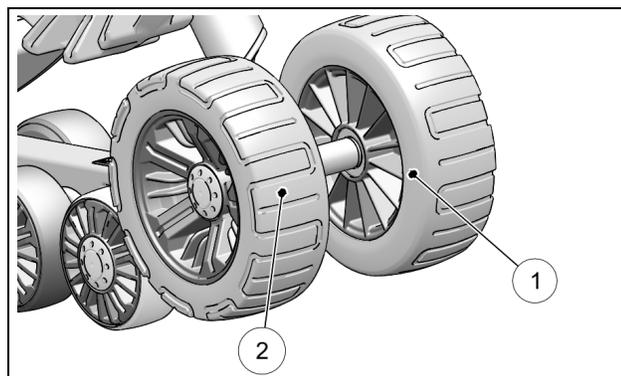

Abbildung 35
Überprüfen Sie den Abnutzungsgrad der Urethan-Reifen, besonders an der inneren Führungsleiste (1) und zwischen den Reifenprofilen (2). Das Rad muss ausgewechselt werden, wenn die Innenseite abgenutzt oder der Reifen zwischen den Reifenprofilen gerissen ist. Ein Rad, das übermäßig abgenutzt ist, bietet keine ausreichende Stützfunktion für die Führung der Raupenkette. Raupenketten-Führungen können auch frühzeitig verschleifen. Abbildung 35.